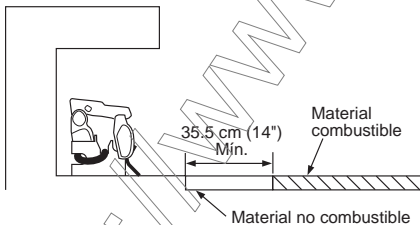

Figura 8 - Distancias mínimas de la chimenea cuando se instala a la misma que el suelo
A. Cuando instale el calentador sobre el suelo, debe dejar una distancia mínima de 35.5 cm (14") hacia los materiales combustibles (consulte la figura 8).